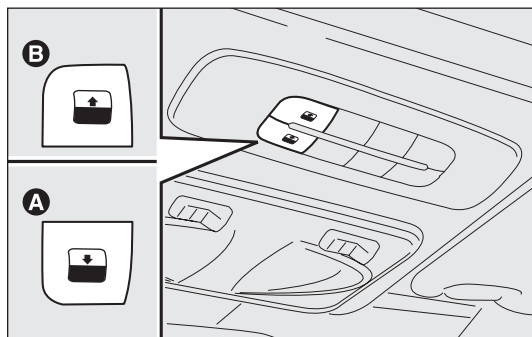

fig. 65
Il tetto apribile ad ampia vetratura è composto da due pannelli in vetro di cui uno fisso e uno mobile dotati di due tendine parasole (anteriore e posteriore) a movimentazione manuale. Le tendine possono essere utilizzate nelle posizioni “tutta chiusa” e “tutta aperta” (non hanno posizioni fisse intermedie). Per aprire le tendine: impugnare la maniglia A-fig. 65, svincolarla ed accompagnarla seguendo il senso indicato delle frecce fino alla posizione “tutta aperta”. Per chiuderle seguire il procedimento inverso. Il funzionamento del tetto apribile avviene solo con chiave di avviamento in posizione MAR.
I comandi A-B fig. 65 posti su plancia dedicata vicino alla plafoniera anteriore, comandano le funzioni di apertura/chiusura tetto apribile.
Premere il pulsante B-fig. 65 e mantenerlo premuto, il pannello vetro anteriore si porterà in posizione “spoiler”; premere nuovamente il pulsante B-fig. 65 e, agendo sul comando per più di mezzo secondo, si innescerà il movimento del cristallo del tetto che proseguirà automaticamente fino a fondo corsa; il cristallo del tetto può essere fermato in una posizione intermedia agendo nuovamente sul pulsante.
Dalla posizione di apertura completa, premere il pulsante A-fig. 65 e, se si agisce sul pulsante per più di mezzo secondo, il cristallo anteriore del tetto si porterà automaticamente in posizione “spoiler”; agendo nuovamente sul pulsante, il cristallo del tetto si ferma in posizione intermedia; premere nuovamente il pulsante A-fig. 65 e mantenerlo premuto fino alla chiusura completa del pannello.
- ☐ premere il pulsante A-fig. 65 in posizione di chiusura;